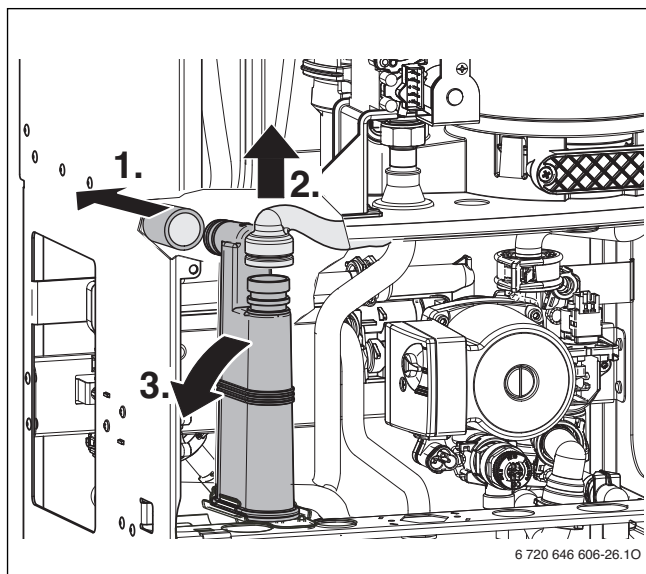

Рис. 52
- Демонтируйте конденсатный сифон (→рис. 52) и подставьте подходящую ёмкость.